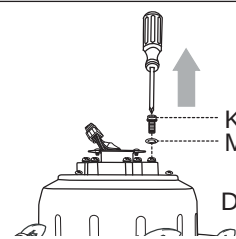

Fig. 5
5. Saque los tornillos del motor (K) y las arandelas de seguridad (M) del lado inferior del motor. Si es necesario, deseche los plásticos. [Fig. 5] Guarde los tornillos y las arandelas para uso más adelante.